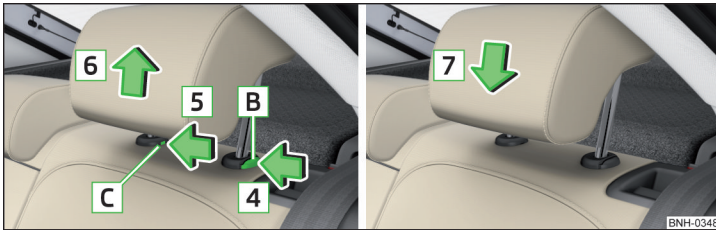

Abb. 61 Kopfstützen hinten: ausbauen/einbauen
- Die Sicherungstaste **B** in Pfeilrichtung **4** drücken, gleichzeitig mit einem Schlitzschraubendreher mit einer Breite von max. 5 mm die Sicherungstaste in der Öffnung **C** in Pfeilrichtung **5** drücken » Abb. 61.